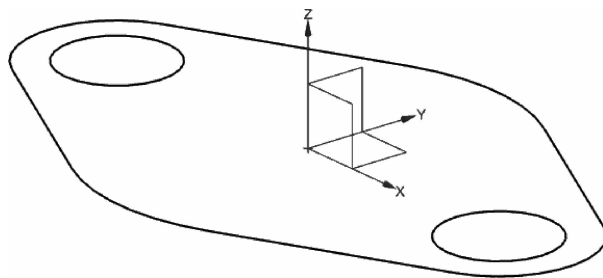

图 2-12 压盖草图完成图
(7)在“草图”工具条中单击图标,退出草图环境并保存文件,最终完成的草图如图 2-12 所示。